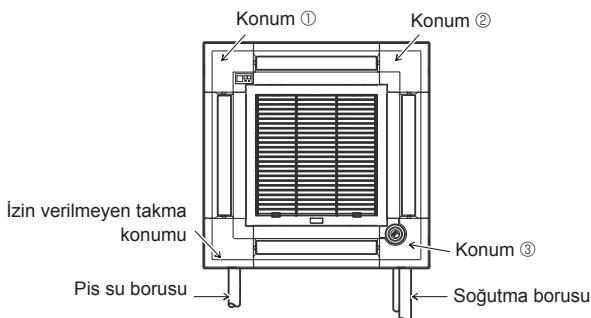

Fig. 9-11
Sinyal alıcısı köşe paneli, ana ünitenin drenaj borusu tarafına takılmaz. (Fig. 9-11'e bakın)
- i-see sensor köşe panelinin ① nolu ızgaraya ③ nolu vidayla takılması gerekir.
- * Eğer i-see sensor konumu varsayılan konumundan (konum ③) farklı bir konuma değiştirildiyse anahtar ayarlarını değiştirin. (Sayfa 192 ve Fig. 9-11'e bakın)
- i-see sensor köşe paneli ana ünite için pis su borusu tarafına takılmaz. (Fig. 9-11'e bakın)